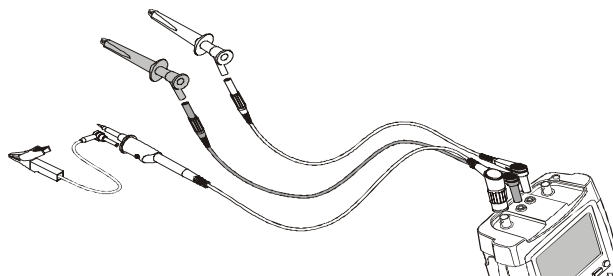

Figura 29. Trigger esterno
- 1 Mandare un segnale agli ingressi connettore a banana rosso e nero da 4 mm. Vedere la Figura 29.